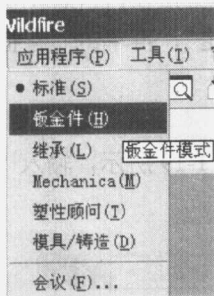

图 1-14
(1) 在实体零件设计模式下,如果还没有创建任何特征(零件),只要单击菜单“应用程序 → 钣金件”命令,如图 1-14 所示,系统将自动转入钣金设计方式中。
(2) 在实体零件设计模式下,如果仅创建了基准面、坐标系特征,当要进入钣金设计方式时,只要单击菜单“应用程序 → 钣金件”命令(如图 1-14 所示),弹出“菜单管理器”,在如图 1-15 所示的“确认信息”菜单中单击“确认”选项,系统也会转入钣金设计方式中。
(3) 在实体零件设计模式下,如果创建了零件特征,当要将实体零件转换为钣金零件时,单击菜单“应用程序 → 钣金件”命令(如图 1-14 所示),弹出“菜单管理器”(如图 1-16 所示)中的“钣金件转换”菜单,其中提供了“驱动曲面”和“壳”两种转换方式,单击其中一个命令,并进行相应的操作,系统会将实体零件转换为钣金零件,并且进入钣金设计方式中。